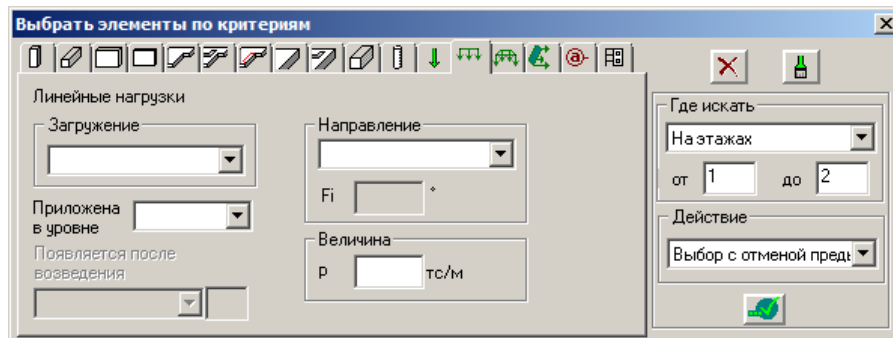

Рис.13.9.1. Окно диалога **Выбрать элементы по критериям** (закладка **Линейные нагрузки**)
- щелкните на закладке **Линейная нагрузка**  (рис. 13.9.1);